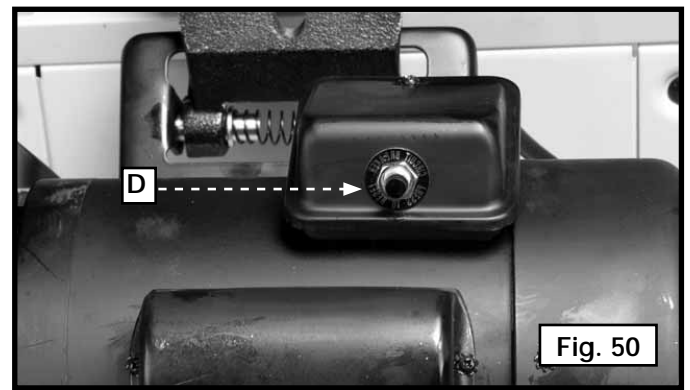

Fig. 50
Votre scie est munie d'un moteur doté d'un dispositif de réinitialisation manuelle contre les surcharges (A) fig. 50. Si le moteur s'arrête ou refuse de démarrer suite à une surcharge (coupe trop rapide, utilisation d'une lame émoussée, utilisation de la scie au-delà de ses capacités, etc.) ou d'une basse tension, mettre l'interrupteur à la position d'arrêt. Laisser refroidir le moteur pour trois à cinq minutes puis appuyer sur le bouton de réinitialisation (A) qui réinitialisera le dispositif surchargé.